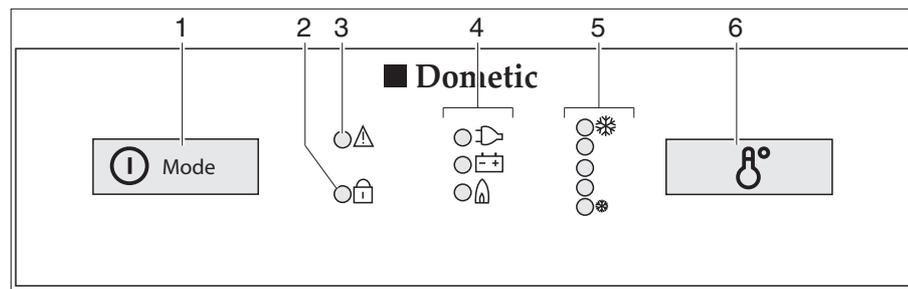

Fig. 333 Elementos de mando para el frigorífico (Dometic de la serie 8 con SMSE)
- Pulsar el conectador/selector de energía (Fig. 333,1) 2 segundos para conectar el aparato. Se ilumina el LED del último modo de funcionamiento seleccionado.
- Si fuera necesario, pulsar el conectador/selector de energía (Fig. 333,1) varias veces brevemente hasta que se ilumine el piloto gas "🔥". El suministro de gas está abierto. El encendido se realiza automáticamente. Se oye un sonido de tic-tac hasta que el proceso de encendido se haya llevado a cabo con éxito.
- Ajustar la temperatura de refrigeración con el conmutador para el ajuste de la temperatura (Fig. 333,6).
- Pulsar el conector/selector de energía (Fig. 333,1) 2 segundos para conectar el aparato. Se ilumina el LED del último modo de funcionamiento seleccionado.
- Si fuera necesario, pulsar el conector/selector de energía (Fig. 333,1) varias veces brevemente hasta que se ilumine el piloto 230 V "⚡".
- Si fuera necesario, pulsar el conector/selector de energía (Fig. 333,1) varias veces brevemente hasta que se ilumine el piloto 12 V "⊕".